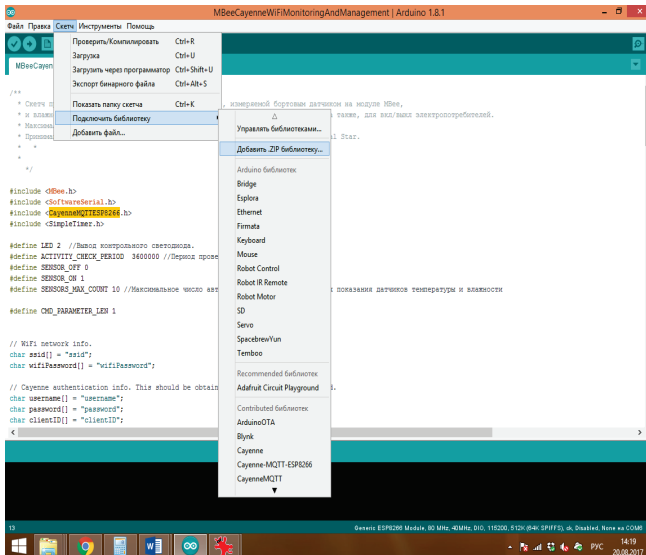

Рисунок 2
- 3.6. Нажимаем Скетч -> Подключить библиотеку -> Добавить ZIP библиотеку (Рисунок 2).